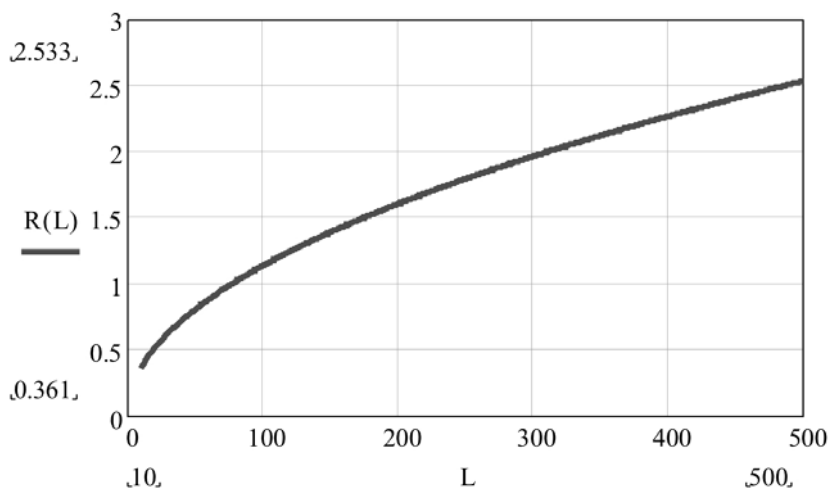

Рис. 4.2
4.4 Максимальная ширина чувствительной зоны на открытом участке зависит от расстояния между БПРД и БПРМ и определяется по ориентировочному графику (см. рис. 4.2).
*Примечания: 1) ширина ЗО увеличивается к середине и уменьшается при приближении к блокам; 2) ширина ЗО определяется по графику (рис. 4.2) при  $L$  равном удвоенному расстоянию до ближайшего блока; 3) ширина ЗО зависит от установленных порогов и может быть меньше приведенной на рис. 4.2.*